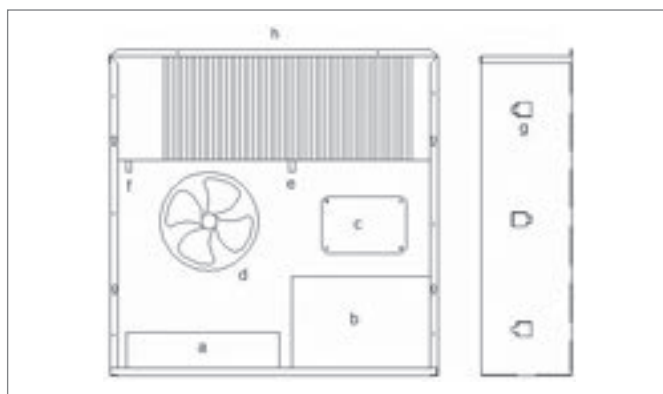
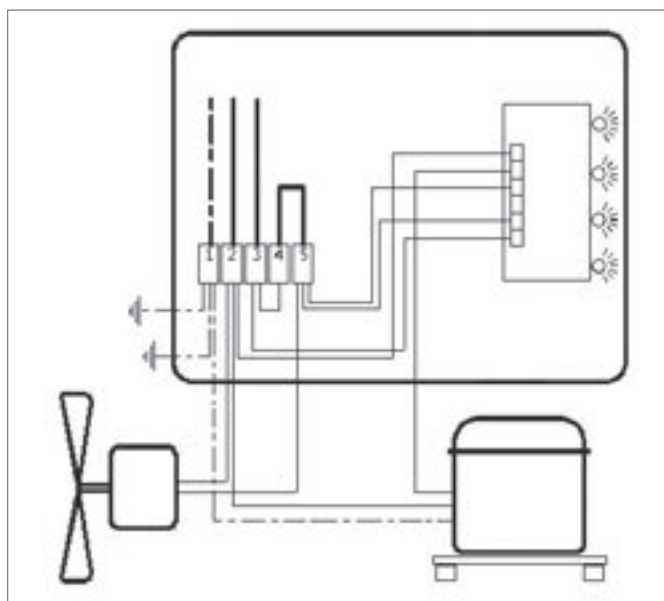

Fig. 4-3 Componenti del deumidificatore
Fig. 4-4 Cablaggio scatola di connessione
Il deumidificatore REHAU è dotato di un circuito esterno alimentato ad acqua fredda che garantisce una migliore deumidificazione dell'ambiente. Sono inoltre presenti raccordi di mandata e ritorno specifici per l'acqua fredda (Fig. 4-3, Pos. f).
La condensa che si forma durante il processo di deumidificazione deve essere eliminata attraverso l'apposito canale di scolo integrato nel deumidificatore (Fig. 4-3, Pos. e). Questo sistema di eliminazione è particolarmente vantaggioso: la condensa non deve essere infatti raccolta in un serbatoio, il quale andrebbe svuotato periodicamente.
Il deumidificatore REHAU viene fornito già cablato. Sul luogo di installazione devono essere eseguiti solamente i collegamenti all'alimentazione elettrica (morsetti 1, 2 e 3, Fig. 4-4), oltre a quelli per il sistema di regolazione (4 e 5, Fig. 4-4). La scatola di connessione si trova all'interno del deumidificatore (Fig. 4-3, Pos. c).
1. Piegare verso l'esterno le linguette laterali (vedere Fig. 4-3, Pos. g) sul telaio di installazione e applicare malta a sufficienza sulla superficie del foro.